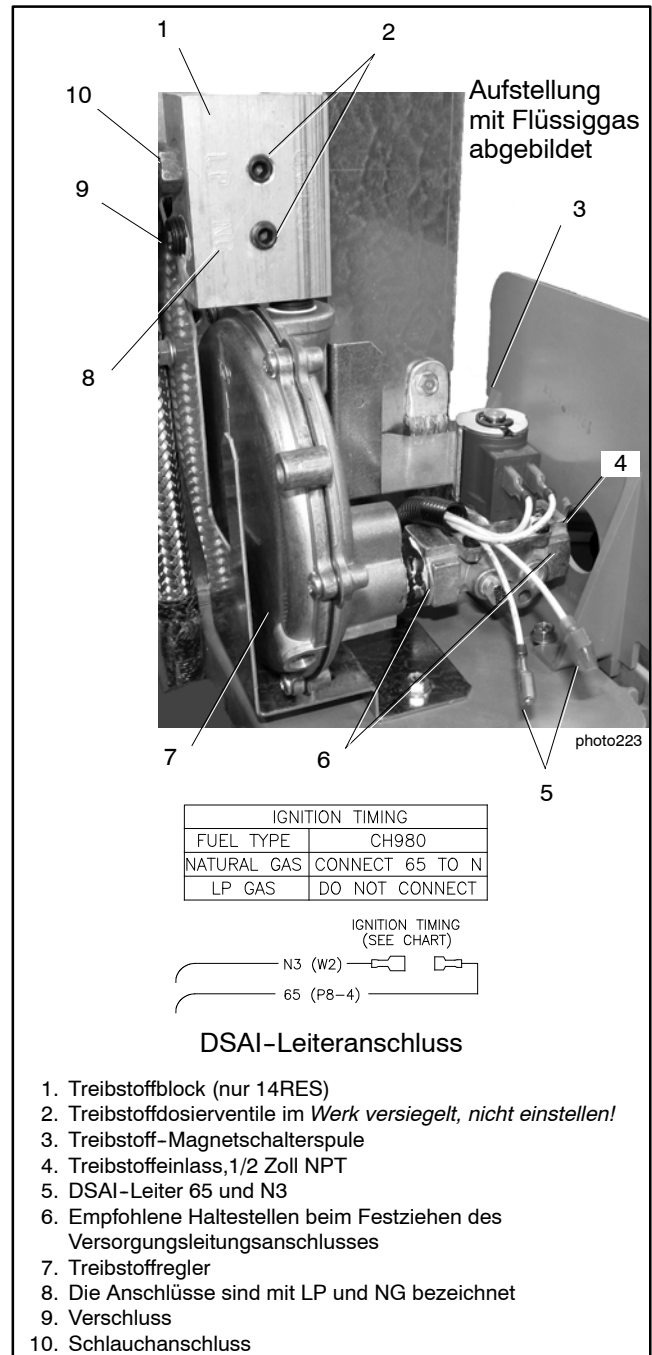

Abbildung 1-9 Treibstoffsystem, 14RESA/RESAL Mit Treibstoffblock ausgerüstet (vor 26. Juni 2014 erzeugt)
Hinweis: Modell 14RESA/RESAL Stromerzeuger-Aggregate, die vor 26. Juni 2014 erzeugt wurden, haben einen Treibstoffblock für die Auswahl der Treibstoffart. Siehe Abbildung 1-9. Für die Treibstoffumstellung die Anweisungen in diesem Abschnitt verwenden.
Die Umstellung von Erdgas (NG) auf Flüssiggas (LPG) wie folgt durchführen. Die Anordnung der Komponenten der Treibstoffanlage ist in Abbildung 1-9 dargestellt.
5. Die Schlauchschelle und den Treibstoffschlauch vom Schlauchanschluss im Treibstoffblock entfernen. Siehe Abbildung 1-9.
6. Den Schlauchanschluss vom Erdgas-Auslassanschluss im Treibstoffblock entfernen. Siehe Abbildung 1-9.
7. Den Verschluss aus dem Flüssiggasanschluss im Treibstoffblock entfernen. Siehe Abbildung 1-9.
11. Die digitale Frühzündung (DSAI), Leiter 65 und N3 für Flüssiggas abtrennen. Die DSAI-Leiter befinden sich nahe des Treibstoff-Magnetventils. Siehe Abbildung 1-9.
Zur Umstellung von Flüssiggas auf Erdgas das obige Verfahren befolgen, den Schlauchanschluss zum Erdgasanschluss verlegen und den Flüssiggasanschluss verschließen. Die DSAI-Leiter für Erdgas anschließen. Siehe Abbildung 1-9.
Hinweis: Modell 14RESA/RESAL Stromerzeuger-Aggregate, die vor 26. Juni 2014 erzeugt wurden, haben einen Treibstoffblock für die Auswahl der Treibstoffart. Siehe Abbildung 1-9. Für die Treibstoffumstellung die Anweisungen in Abschnitt 1.8.1 verwenden.